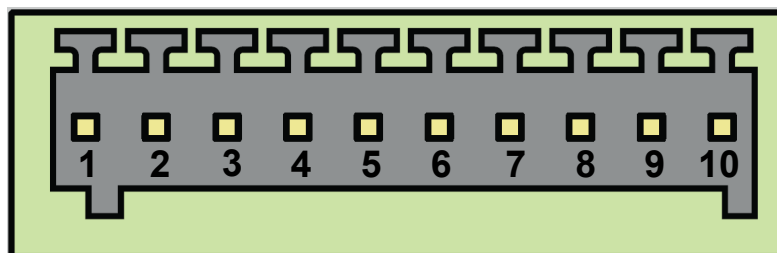

Рис. 2.8 Разрывной коннектор
Данный разъём используется для подключения внешнего устройства с интерфейсом RS485, питания 7...40 В, а также на этот разъём выведены выводы общего назначения GPIO. Сечение провода для ответной части – 0.2-0.5 мм² (IEC), 28-20 AWG (UL). Разрывной коннектор изображен на рис. 2.8. Назначение выводов разрывного коннектора представлено в таблице 2.4.